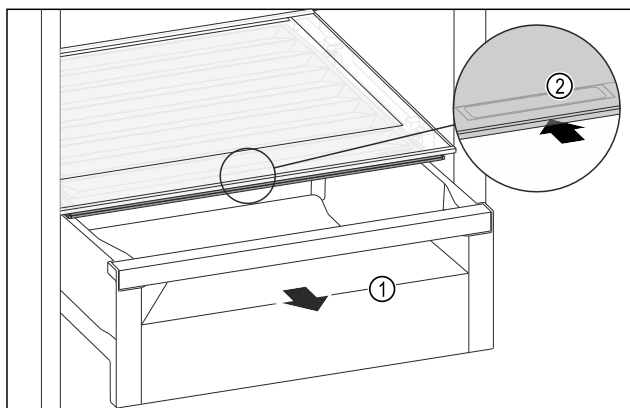

Fig. 142
- Schubfach Fig. 142 (1) herausziehen.
- Griffmulde Fig. 142 (2) am Fachdeckel anfassen und Fachdeckel gleichzeitig nach hinten schieben.